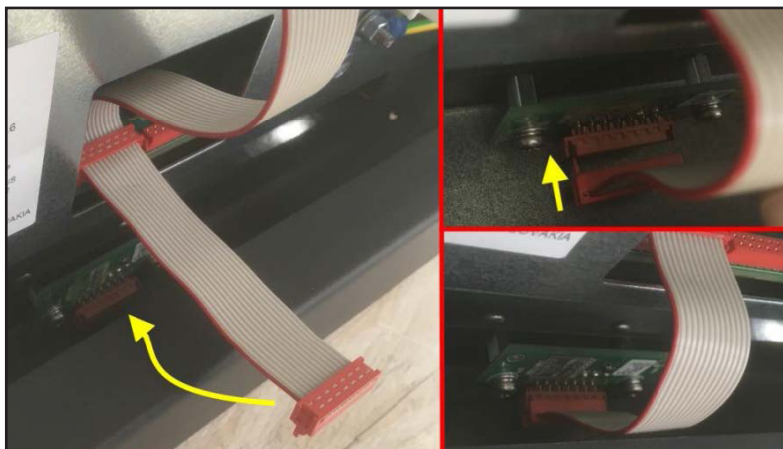

Figura 35 Conexión del cable plano al bloque de terminación
9.1.7.2. Conecte el cable plano al bloque de terminación (Figura 35).